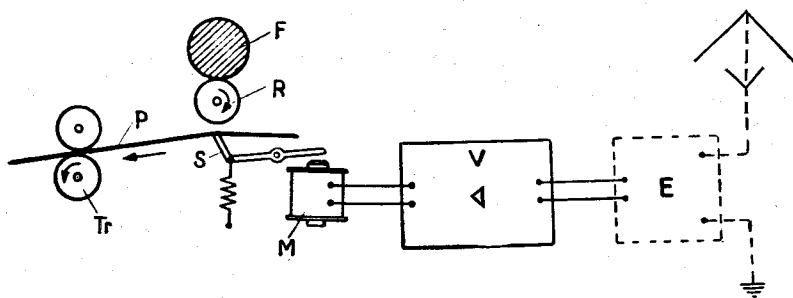

Abb. 1: Schematische Darstellung der Arbeitsweise
B. Arbeitsweise (siehe Abb. 1)